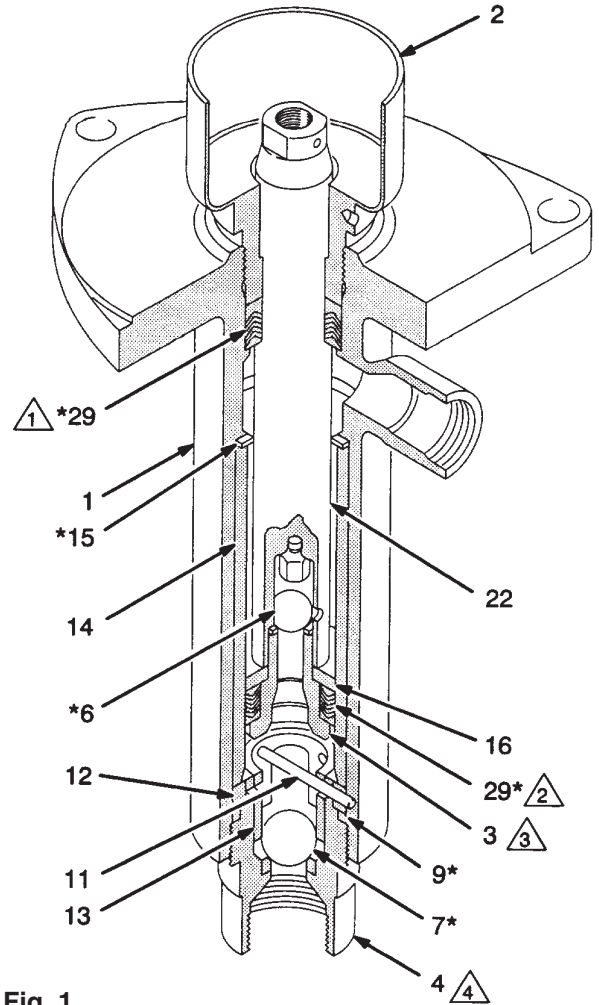

Fig. 1
2. Packungsmutter (2) lösen. Unterpumpe vom Motor abnehmen (siehe separate Betriebsanleitung für die Pumpe)
3. Einlassventilgehäuse (4) aus dem Pumpengehäuse (1) schrauben, siehe Abb. 1. Merken, in welche Löcher der Kugelstopfstift (11) montiert ist, dann Ventil auseinanderbauen und die Ventiltteile reinigen.
4. Kolbenstange (22) herunterdrücken bis die Schlüssel­flächen des Kolbens (3) aus dem Pumpengehäuse (1) herauskommen. Kolben und Kolbenstange gerade aus dem Pumpengehäuse herausziehen, dabei Kolbenstange oder Gehäuse nicht beschädigen.
6. Packungsmutter/Öltasse (2) abnehmen. V-Packung sowie Stütz- und Gegenring aus dem Pumpengehäuse nehmen.
7. Alle Teile gründlich reinigen und auf Beschädigungen, Kratzer oder Verschleiss überprüfen. Die Kugelsitze des Kolbens (3) und das Einlassventilgehäuse (4) dürfen auf keinen Fall Beschädigungen aufweisen. Damit die Pumpe nicht undicht wird, verschlissene oder beschädigte Teile sofort ersetzen. Kratzer oder Unregelmässigkeiten auf der Oberfläche der Kolbenstange (22) oder der polierten Innenfläche des Zylinders (14) können vorzeitigen Packungsverschleiss und Leckagen zur Folge haben. Teile auf Beschädigung überprüfen, indem man mit einem Finger über die Oberfläche fährt oder die Teile ins Licht hält. Bei Verschleiss oder Beschädigung sofort austauschen.